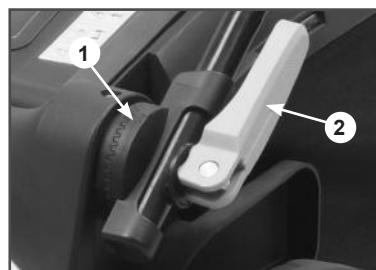

Рис. 3 Установка высоты рабочей рукоятки
- Установите требуемую высоту рукоятки при помощи зубчатого основания рукоятки 1 (Рис. 3). Для этого отверните рычаг эксцентрикового фиксатора 2, отсоедините основание 1 от корпуса газонокосилки и установите его в требуемое положение, затем заверните рычаг 2 (Рис. 3). Повторите действия со вторым основанием рукоятки.